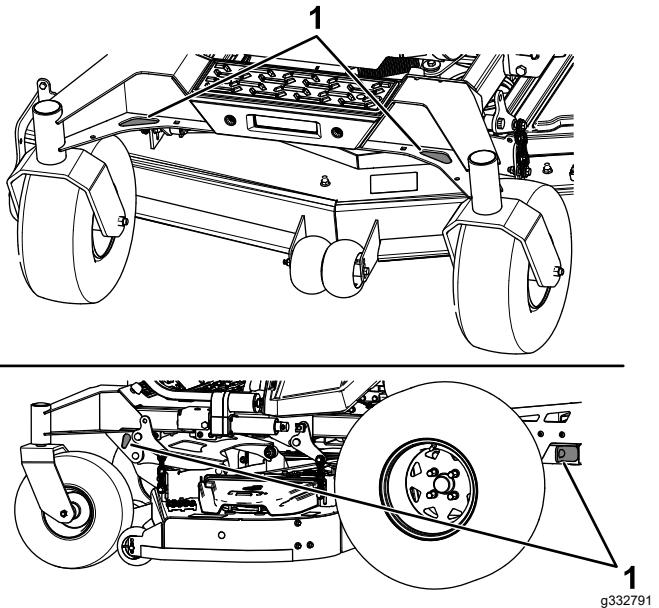

Figura 41
6. Arrimez la machine près des roues pivotantes avant et du cadre arrière à l'aide de sangles, chaînes, câbles ou cordes (Figura 41). Reportez-vous à la réglementation locale concernant les exigences en matière d'arrimage.